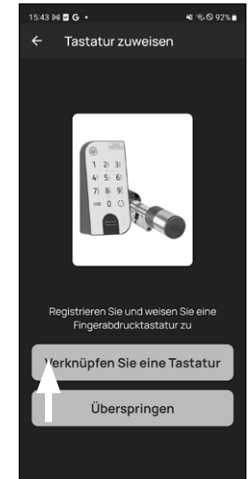

Abb. 8
- 10 Tippen Sie auf „Überspringen“ (Abb. 8).